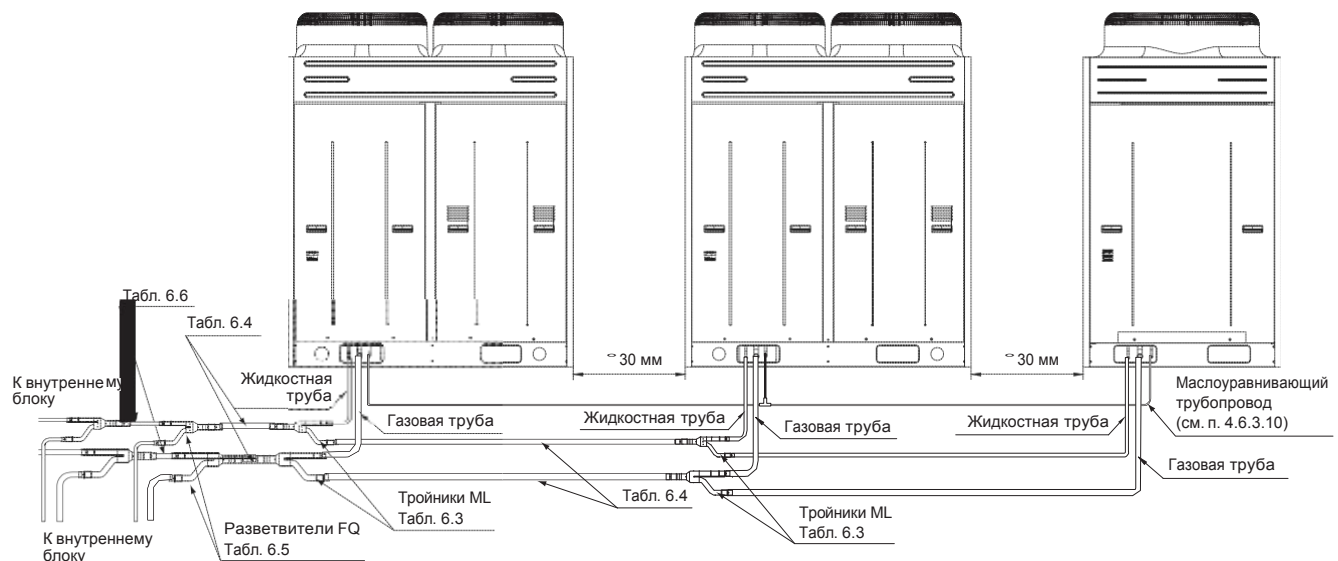

Рис. 6.2
6.3.1 На рис. 6.2 показаны таблицы в которых указаны параметры диаметров труб, разветвителей FQ и тройников ML.
6.3.2 При модульной компоновке наружных блоков применяются комплекты тройников для газовой и жидкостной труб ML01/A и ML02/A см. рис. 6.2 и таблицу 6.3.
6.3.3 Диаметр труб между тройниками ML (рис. 6.2) согласно таблице 6.4.
6.3.4 Диаметр труб подключаемых непосредственно к наружным блокам (рис. 6.2) согласно таблице 6.5.
6.3.5 Диаметр трубы на выходе из наружных коммутированных модулей (рис. 6.2) согласно таблицы 6.6.
6.3.6 Для развода фреоновых трубок трассы от внешнего блока к внутренним применяются специальные тройники FQ (разветвители), см рис. 6.2 и 6.3.
6.3.10 Для межблочного маслоуравнивающего трубопровода (рис. 6.2) применяется медная трубка диаметром 1/2" и тройники соответствующего диаметра (приобретаются потребителем).